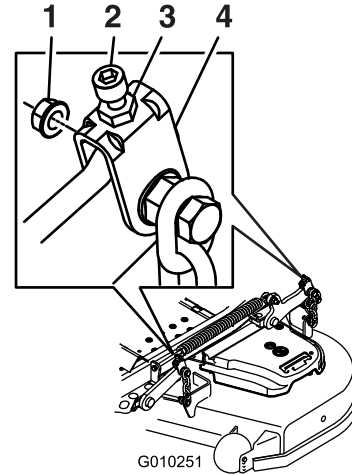

Figura 91
11. Para las carcasas de corte identificadas en Figura 91, gire la tuerca de ajuste del conjunto de elevación de la carcasa delantera para modificar la altura (Figura 91).
17. Gire el tornillo de ajuste hasta obtener una altura de 8.3 cm (3-1/4 pulgadas) (Figura 91).